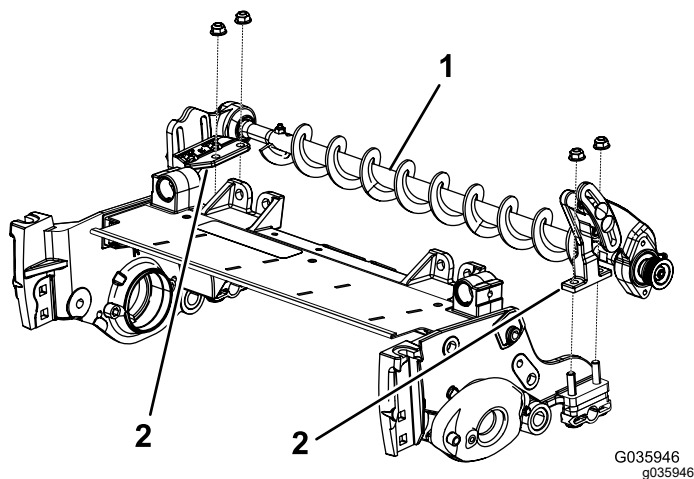

図 7
2. ローラブラシアセンブリ取り付けブラケットを、ローラブラケットボルトにセットする 図 7。ブラシアセンブリ取り付けブラケットを、カッティングユニットのサイドプレートに固定する先ほど取り外したナットを使用。